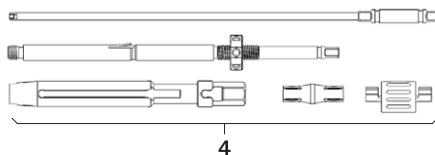

Fig. 9
- Montera repositionsspak 4, se Fig. 9.